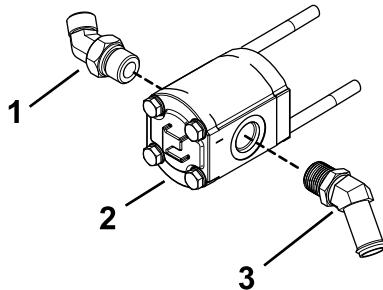

Figura 5
Nota: Assicuratevi che i raccordi siano installati rispettando gli angoli illustrati nella figura Figura 5.
1. Inserite il raccordo a 45° con O-ring nel lato conducente della pompa (Figura 5).
2. Inserite un raccordo a 45° con resca portagomma nel lato destro della pompa (Figura 5).